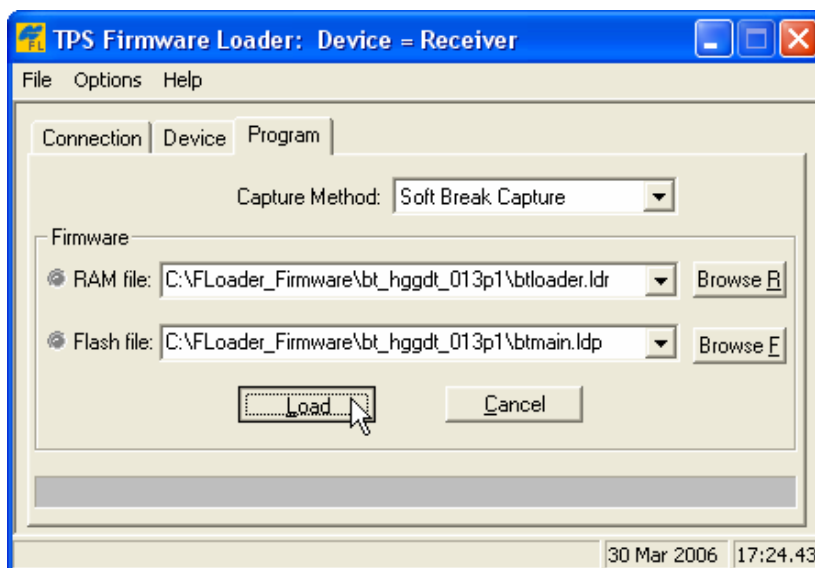

Рисунок 4-19. Установки вкладки Program (программа)
2. Выберите вкладку *Program (Программа)* и выберите значение *Soft Break Capture* для поля *Capture Method*, см. рис. 4-19 на стр. 4-27.
3. Выберите файлы для ОЗУ и флэш-памяти платы модуля Bluetooth, см. рис. 4-19 на стр. 4-27.